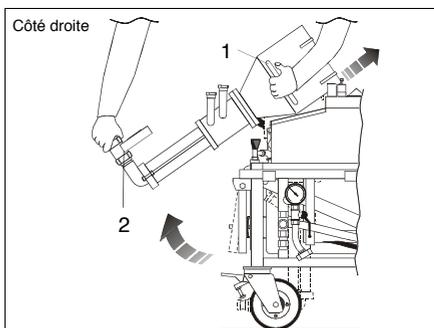

FIG.11 (Levage de la chambre de mélange)
- 3) Soulever la chambre de mélange par les deux poignées latérales (FIG. 11 - Réf. 1) et la connexion de sortie matériau (FIG. 11 - Réf. 2);
- 4) En retenant fixement la chambre de mélange dans la position horizontale (v. FIG. 11), soulever la même en faisant sortir les extrémités du pivot de la charnière.